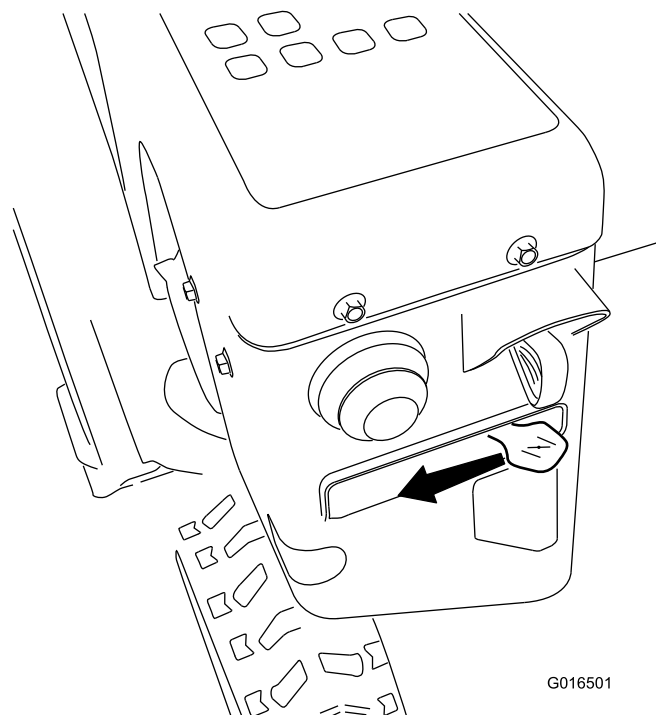

Figura24
5. Mutați maneta de șoc în poziția de ȘOC (Figura24).